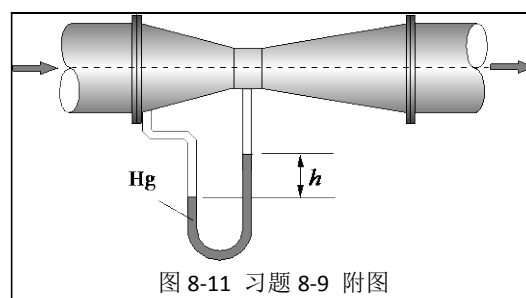

图 8-11 习题 8-9 附图
**8-9** 图 8-11 所示为一文丘里流量计，起作用的是渐缩管段。假定模型的尺寸只有原型的十分之一，如果模型管道直径为  $60\text{ mm}$ ，来流速度为  $5\text{ m/s}$ ，其运动粘度是原型的  $0.9$  倍，试确定在动力相似条件下原型流量计的流量（以  $\text{L/s}$  计）。